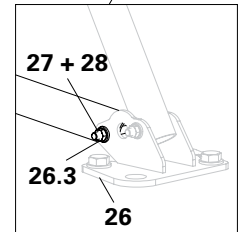

Abb. D6.06b
1. Ein Innenrohr (25.2) mit Schraube (27) und Mutter (28) an der vorderen Bohrung (26.3) der Fußplatte (26) montieren. (Abb. D6.06b). (Abb. D6.06b)